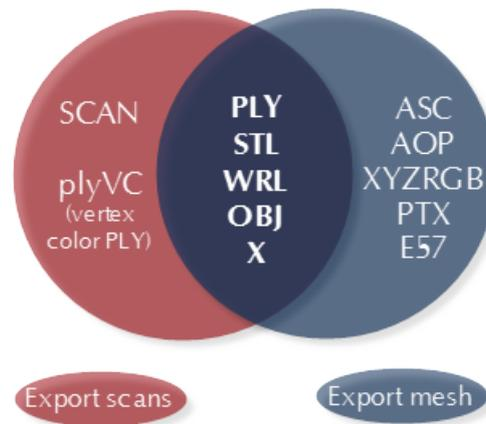

Abbildung 55: Verfügbare Formate für beide Befehle einzeln und gemeinsam.
4. Das *Scan-Exportformat* aus der gleichnamigen Dropdown-Liste auswählen (siehe Abb. 55).